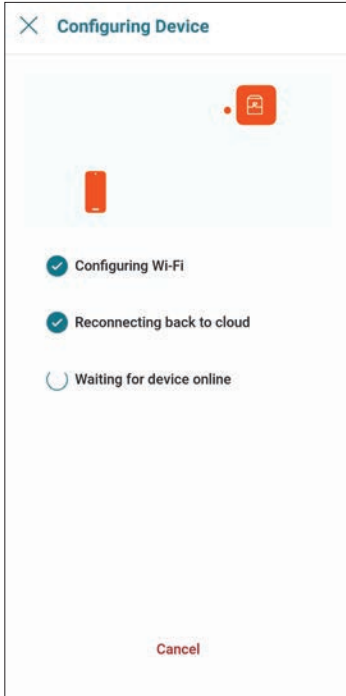

Figure 101. Configuration de l'appareil
9. L'application Raymote fournira les identifiants Wi-Fi à votre appareil. Cette opération peut prendre quelques secondes. Voir Figure 101.